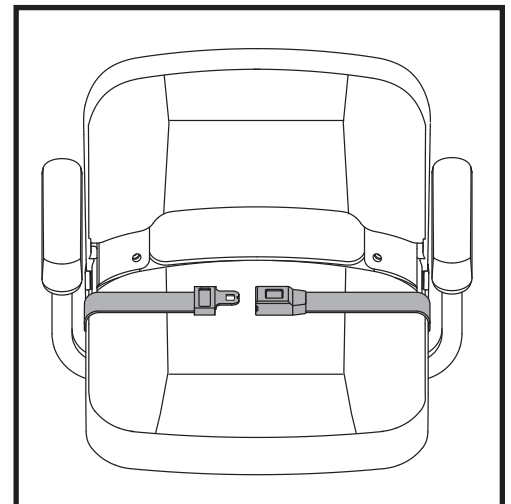

Figure 29. Ceinture de positionnement - De type attache in métal
Votre Travel Scooter peut être équipé d'une ceinture de positionnement de type automobile réglable pour votre confort. **Voir la figure 29 ou 30.** La ceinture de positionnement est conçue pour supporter et empêcher le conducteur de glisser ou d'avancer sur le siège. La ceinture de positionnement n'est pas une ceinture de sécurité.
1. Insérez l'onglet de la ceinture côté droit dans la boucle de ceinture côté gauche jusqu'à ce que vous entendiez le "clic". **Voir la figure 29.**